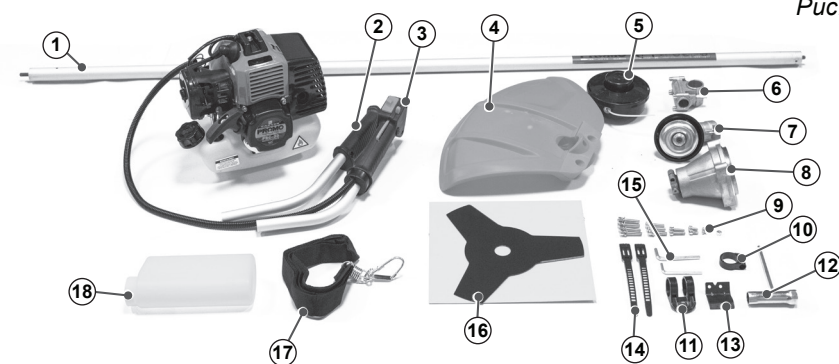

Рис. 4
4.2. Комплект поставки (рис. 4)